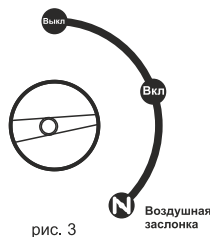

рис. 3
8. После того, как двигатель запустится подождите около 30-ти секунд и после этого переведите тумблер на панели управления в положение «Вкл» (рис. 3).